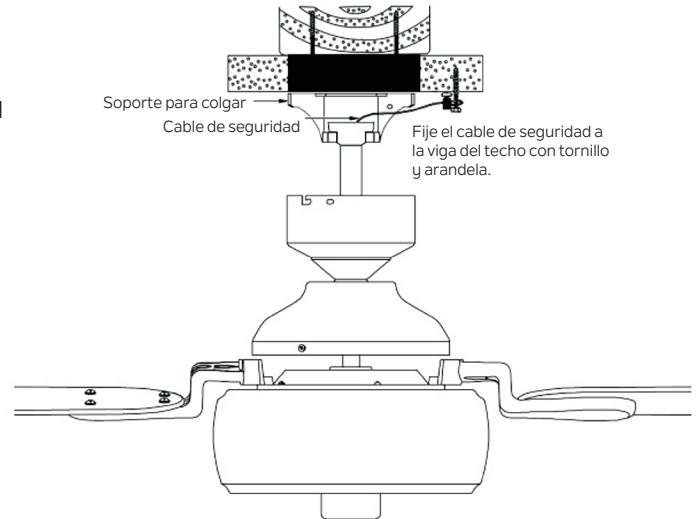

Figura 14
**Paso 1.** Fije el tornillo para madera y las arandelas proporcionados a la viga del techo junto al soporte de montaje, pero no los apriete. (Figura 14)